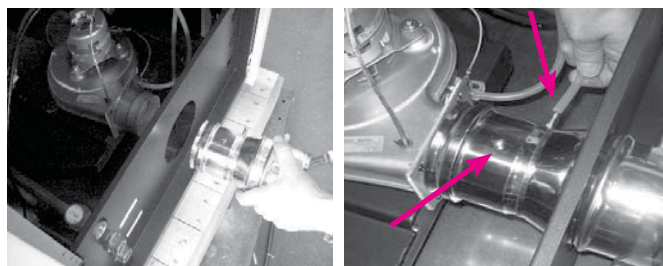

fig. 6.3
- Desmontar el panel posterior aflojando los seis tornillos que lo fijan a la caldera e insertar luego el empalme humos, en dotación, en la boca del ventilador de extracción de humos fijándolo con el tornillo específico. (fig. 6.3).